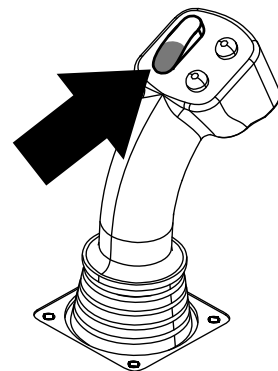
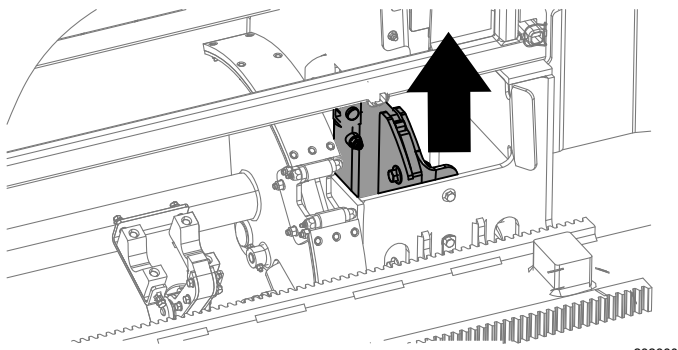

Figura 21
Figura 22
- Mantenga pulsada la sección inferior del interruptor basculante (Figura 21) hasta que el elevador coloque el tubo en el portatubos y la leva gire a la posición de reposo (Figura 22).